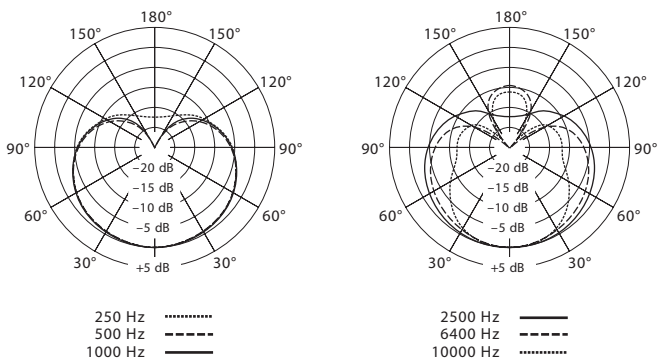

FIGURA 5. DIAGRAMMI POLARI TIPICI
**Cardioide.** Riprende i suoni direttamente dalla parte anteriore del microfono ed è meno sensibile rispetto ai microfoni che riprendono i suoni dalla parte posteriore. Il diagramma a cardioide è il più comunemente utilizzato nelle registrazioni in studio e nelle applicazioni "live" (vedi Figura 5).
Diagramma polare di direttività	Cardioide (vedi Figura 5)